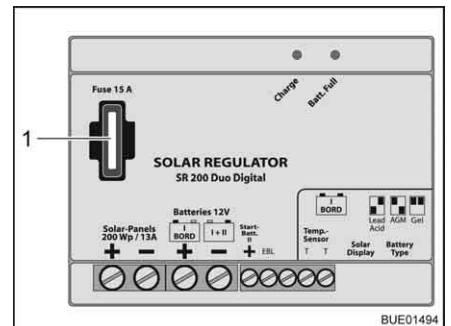

Fig. 118 Fusible pour régulateur de panneau solaire 200 W
- Changer le fusible plat 15 A/bleu (Fig. 118,1).